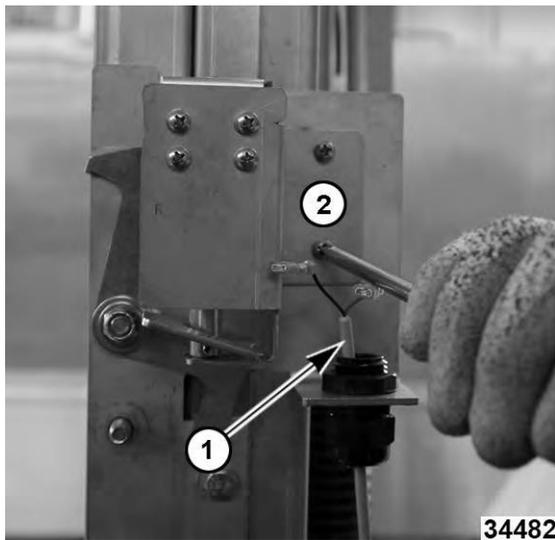

Fig. 77
2. Observe y desconecte el cableado de la cerradura de la puerta 1, Fig. 77.
3. Retire los tornillos de montaje del soporte del solenoide (2, Fig. 77) al riel. (2, Fig. 77) a la guía.